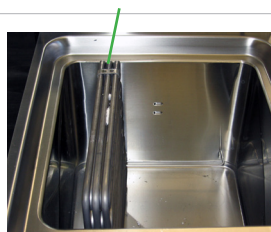

Fig. 13
3. ruotare la/le resistenze con l'apposita leva posizionata all'interno dell'armadio nell'angolo in alto a sinistra (**fig. 12**) Con gli elementi riscaldanti in posizione verticale, è possibile una totale ed accurata pulizia della vasca (**fig. 13**).